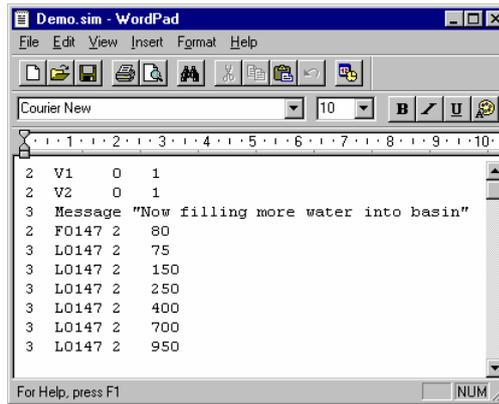

Рис. 3.71. Пример файла .sim. Отметьте, что Вы можете указать много значений для каждого объекта. Алгоритм сбора данных читает файл циклично с начала до конца.
2. Введите тест, как показано на рис. 3.71.